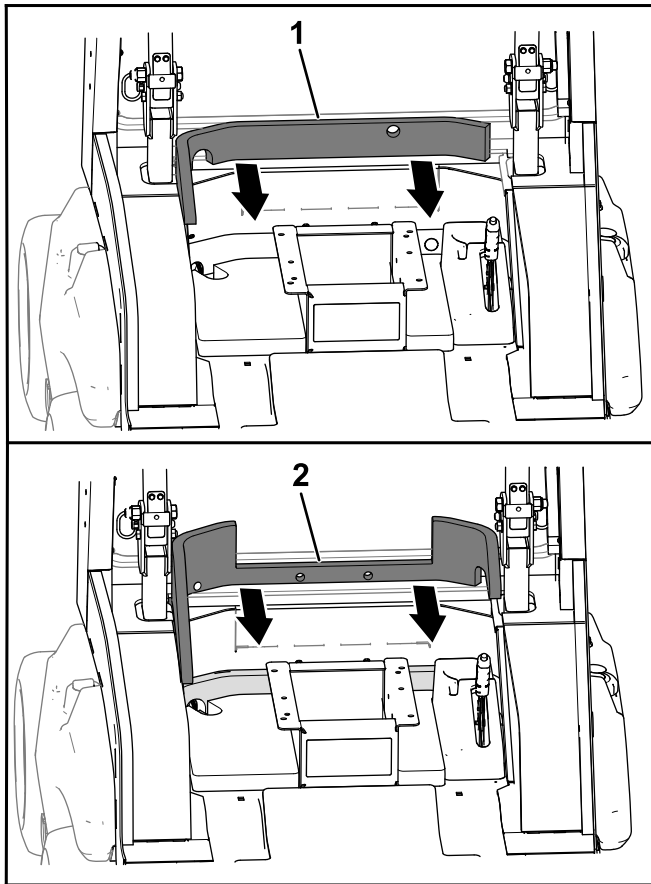

Рисунок 17
1. Снимите защитную пленку и установите нижнюю часть накладки противопожарной перегородки (Рисунок 17).
2. Снимите защитную пленку и установите верхнюю часть накладки противопожарной перегородки (Рисунок 17).